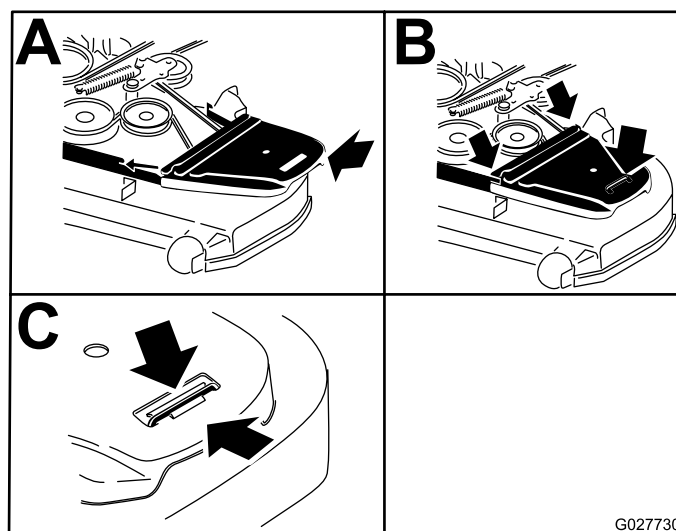

Figure 75
14. Reposez les couvercles de courroies (Figure 75).